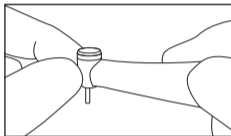

Fig. 5
- 5 Après qu'elle ait complètement cessé de tourner, touchez la tête de la pièce à main pour confirmer qu'elle ne chauffe PAS anormalement (Fig. 5).